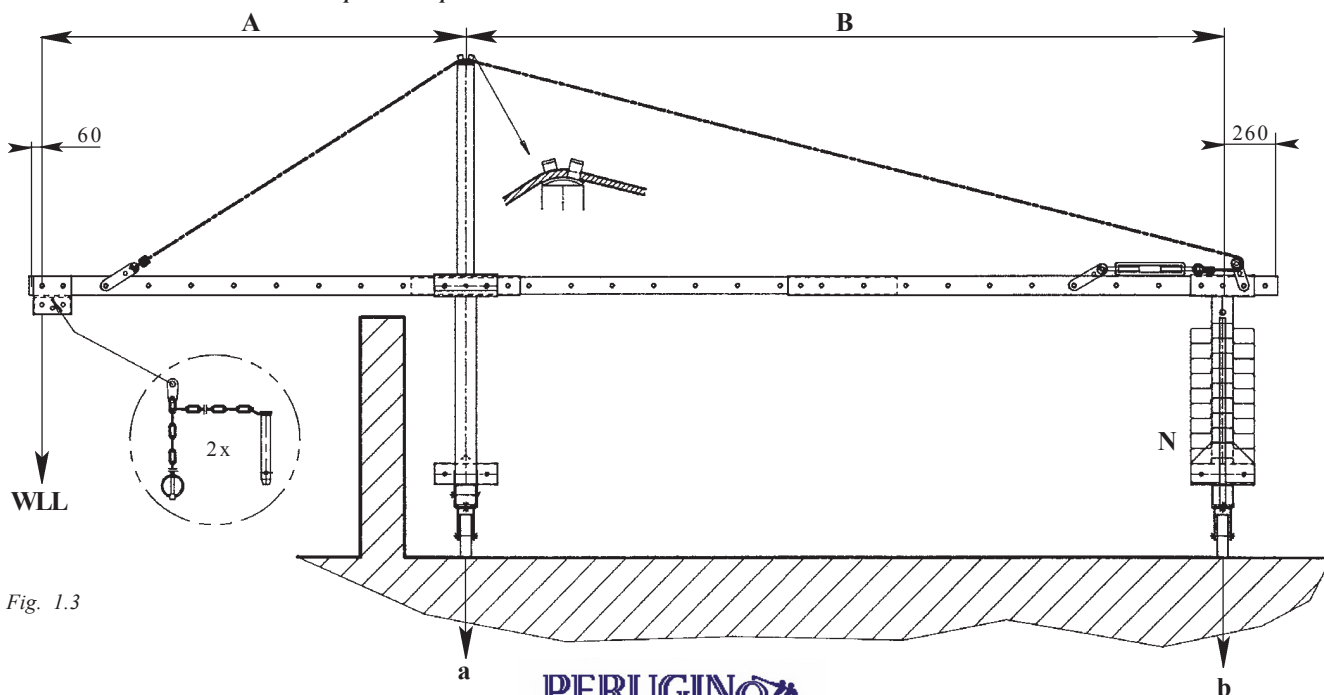

Fig. 1.3
- Montare il cavalletto anteriore (003) sulla traversa anteriore (001).
- Procedere allo stesso modo per il cavalletto posteriore (004) sulla traversa posteriore (002).
- Introdurre una trave d'estremità (012) nella guida della traversa anteriore. Lasciarla sporgere di qualche centimetro. Completare il montaggio della trave telescopica con un elemento intermedio (013) e con un altro elemento d'estremità (012). Quest'ultimo viene introdotto nella guida della traversa posteriore (002).
- Imbullonare i due elementi di aggancio (006) sulla parte anteriore della trave d'estremità (012) anteriore.
- Determinare lo sbalzo (A) e serrare le viti (015).
- Determinare la lunghezza (B). E' meglio allungare il più possibile la trave telescopica - compatibilmente con lo spazio disponibile - al fine di diminuire i contrappesi necessari. Tuttavia la lunghezza totale della trave non può oltrepassare i 5,92 m.
- Allorquando lo sbalzo (A) e la lunghezza (B) sono determinati (Fig. 1.3), il piantone di rinforzo (005) viene posizionato ed imbullonato, unitamente alla trave telescopica, sul cavalletto anteriore (003).
- Le 2x2 staffe di fissaggio (007) sono fissate alle due estremità del cavo di controventatura (010). L'estremità del cavo viene in seguito fissata sull'elemento anteriore della trave, il più possibile verso l'esterno.
- Il cavo di controventatura (010) viene fatto passare sopra il piantone (005). Il cavo viene bloccato sul piantone grazie a 2 deflettori posizionati sul piantone stesso (005) ed alla staffa di rinvio (008). Quest'ultima è imbullonata, unitamente alla trave telescopica, sul cavalletto posteriore (004). L'estremità del cavo con il tenditore viene fissata alla staffa di fissaggio posteriore (007), il cavo viene teso a mano e la staffa di fissaggio (007) viene di seguito imbullonata sulla trave telescopica.
- Bloccare i freni delle ruote (014).
- Posizionare i contrappesi (022), ripartiti sulle quattro aste della traversa posteriore (002). **Una barra rotonda (021) ed un lucchetto (011) debbono essere montati sul cavalletto posteriore** per impedire la rimossa dei contrappesi da una persona non autorizzata.